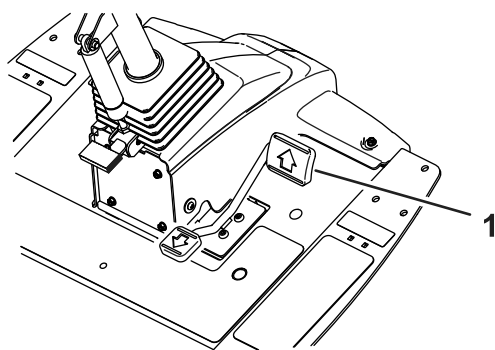
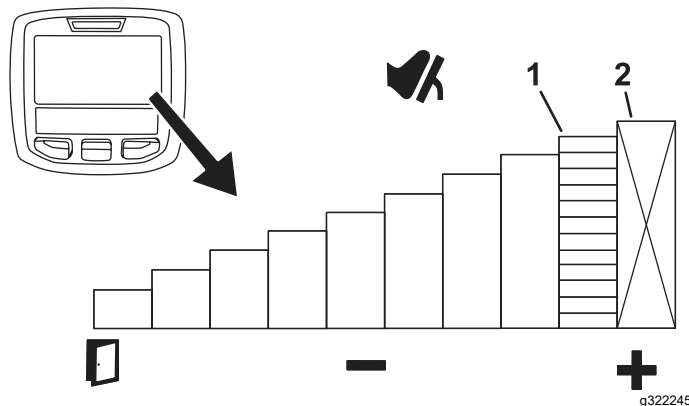

Bild 49
Bild 50
Um vorübergehend die Höchstgeschwindigkeit der Maschine einzustellen, drücken Sie das Fahrpedal ganz nach vorne (**Bild 49**). Sie können eine separate Geschwindigkeit für den Mäh- und Transportbetrieb einstellen (**Bild 50**).
- Um auf diese Funktion zuzugreifen, wählen Sie die mittlere Taste auf dem Hauptbildschirm des InfoCenters (**Bild 50**).